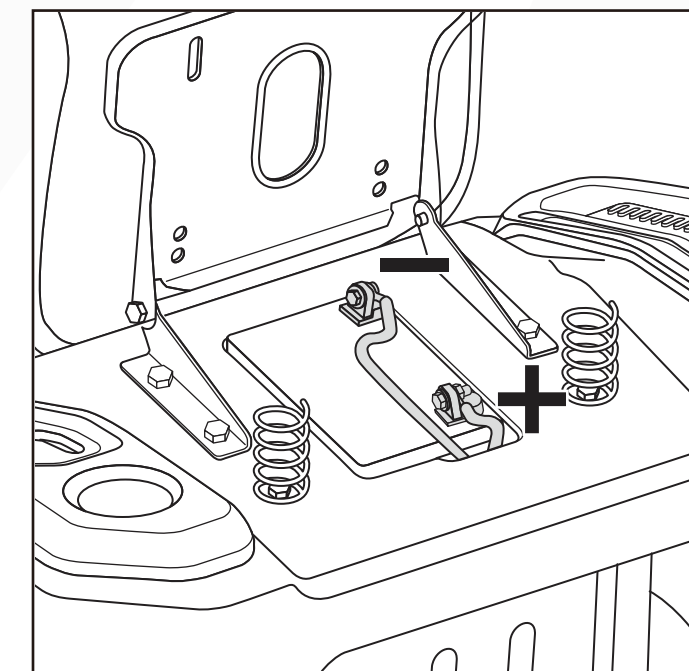

Fig. 31
2. Desconecte los cables NEGATIVOS (-) de la batería primero. (Fig. 31)